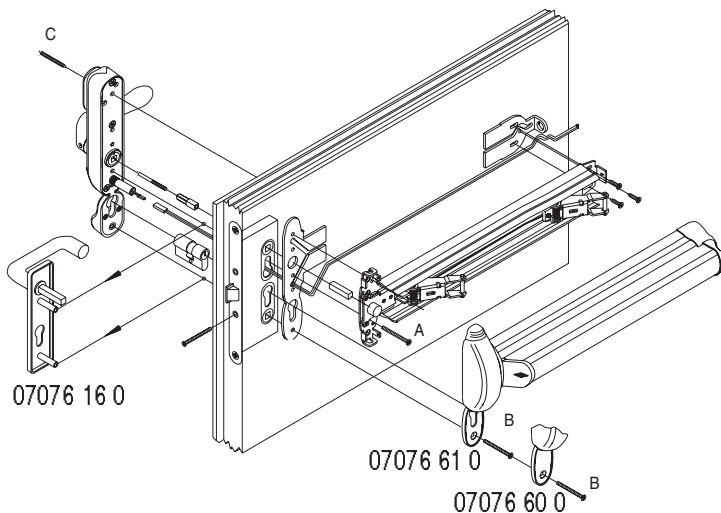
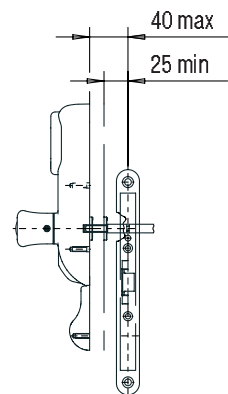

FIG. 1
FIG. 2
PREDISPOSIZIONE DELLA PORTA TAGLIAFUOCO PER IL MONTAGGIO CON ELETTROMANIGLIA VERSIONE INFILARE art. 1.07074.70.0 con interasse 72 mm. (Fig. 1 - Fig. 2)
PREPARATION DE LA PORTE COUPE-FEU POUR LE MONTAGE AVEC POIGNEE ELECTRIQUE VERSION A ENFILER art. 1.07074.70.0 avec entraxe 72 mm. (Fig. 1 - Fig. 2)
VORBEREITUNG DER BRANDSCHUTZTÜR FÜR DIE MONTAGE EINES ELEKTRODRÜCKERS IN EINSTECKAUSFÜHRUNG Art. 1.07074.70.0 mit Dornmaß 72 mm. (Abb. 1 - Abb. 2)
PRE-SETTING A FIRE DOOR FOR INSTALLATION OF A MORTISE VERSION ELECTRIC HANDLE item 1.07074.70.0 with center distance 72 mm (Fig. 1- Fig. 2)
PREPARACIÓN DE LA PUERTA CORTAFUEGOS PARA MONTAJE CON ELECTROMANILLA VERSIÓN EMBUTIDA Art. 1.07074.70.0, con distancia entre ejes de 72 mm (Fig. 1 - Fig. 2)
VOORBEREIDING VAN DE BRANDDEUR OP MONTAGE VAN ELEKTRISCHE HANDGREEP VOOR INSTEKMONTAGE art. 1.07074.70.0 met hartafstand van 72 mm. (Fig. 1 - Fig. 2)